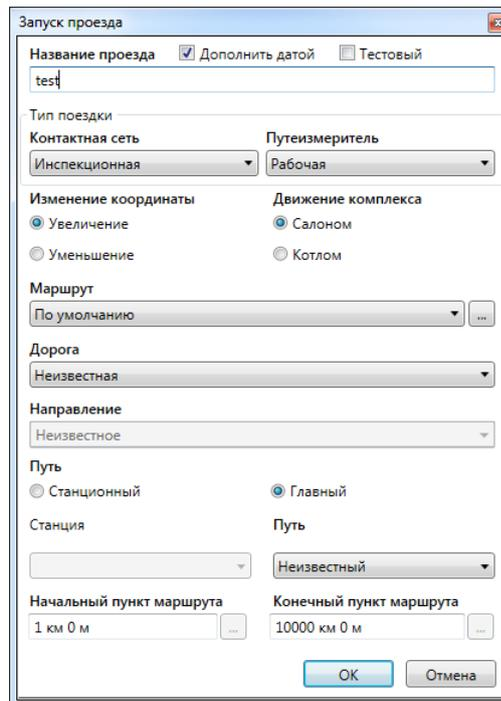

Рисунок 13 –Окно запуска поезда
4.2.6 В окне запуска (Рисунок 13) ввести название поезда, выбрать нужные параметры.